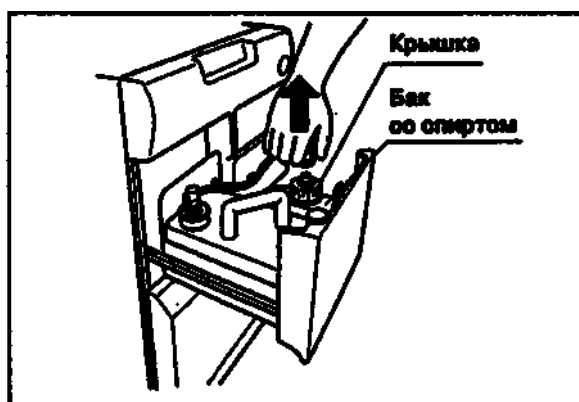

Рис. 4.64
2. Нажимая пальцем на запорный рычажок коннектора трубки, присоединённой к баку со спиртом, отсоедините трубку (см. рис. 4.64).